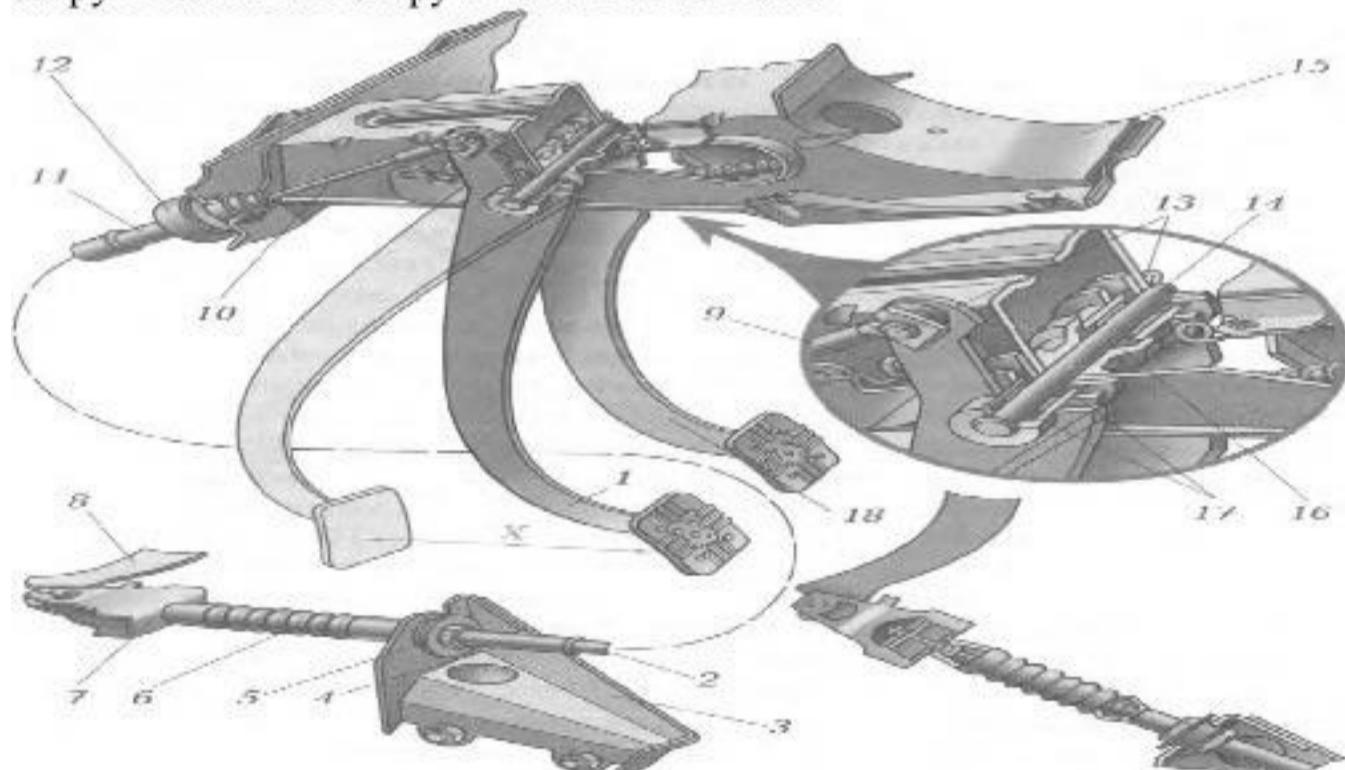

Рис. 3. Регулировка сцепления с тросовым приводом:
**Регулировка сцепления с тросовым приводом.** Ход X (рис. 3) педали сцепления 1 должен находиться в пределах 125... 135 мм. Это расстояние измеряют по центру площадки педали между верхним положением педали сцепления и ее нижним положением при упоре в коврик пола. При регулировке привода изменяется длина оболочки 2 троса между обоймой 12 и кронштейном 3. Это происходит за счет закручивания или откручивания гаек 5 на на-